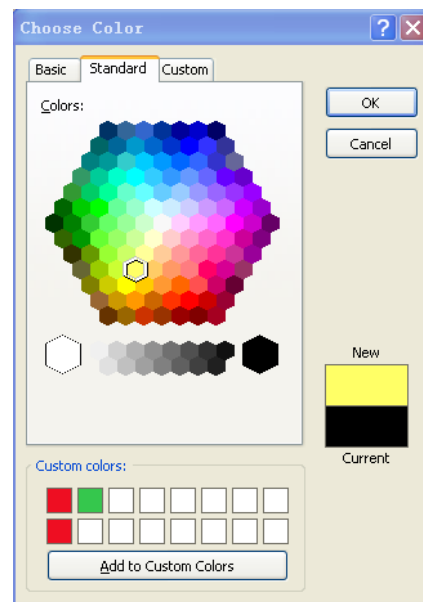

图6-7 设计者自己定义颜色
- ❖ 如果设计者希望自己定义颜色，单击“Standard”标签，如图6-7所示，选择好颜色后单击“Add to Custom Colors”按钮，即可把颜色添加到Custom Colors中。